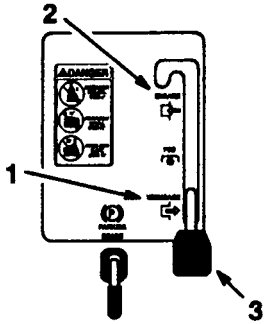

Figure 7
3. Mettre la commande de hauteur de coupe (relevage de l'unité de coupe) sur DISENGAGED (DEBRAYEE) (Fig. 7).